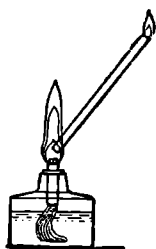

Рис. 67. Выведение паров спирта из пламени спиртовой лампы.
■ **Опыт 2.** Возьмите щипцами или пинцетом небольшой кусок стеклянной трубки (около 10 см длиной) и, хорошо прогрев ее в пламени лампочки, держите наклонно так, чтобы конец ее приходился примерно в середине нижней части пламени (рис. 67). К верхнему концу поднесите зажженную спичку. У конца трубки появится маленькое пламя. Это *пары спирта*, находящиеся *во внутренней части пламени* и выходящие по трубке. Трубка должна быть нагрета, для того чтобы пары в ней не сгустились.